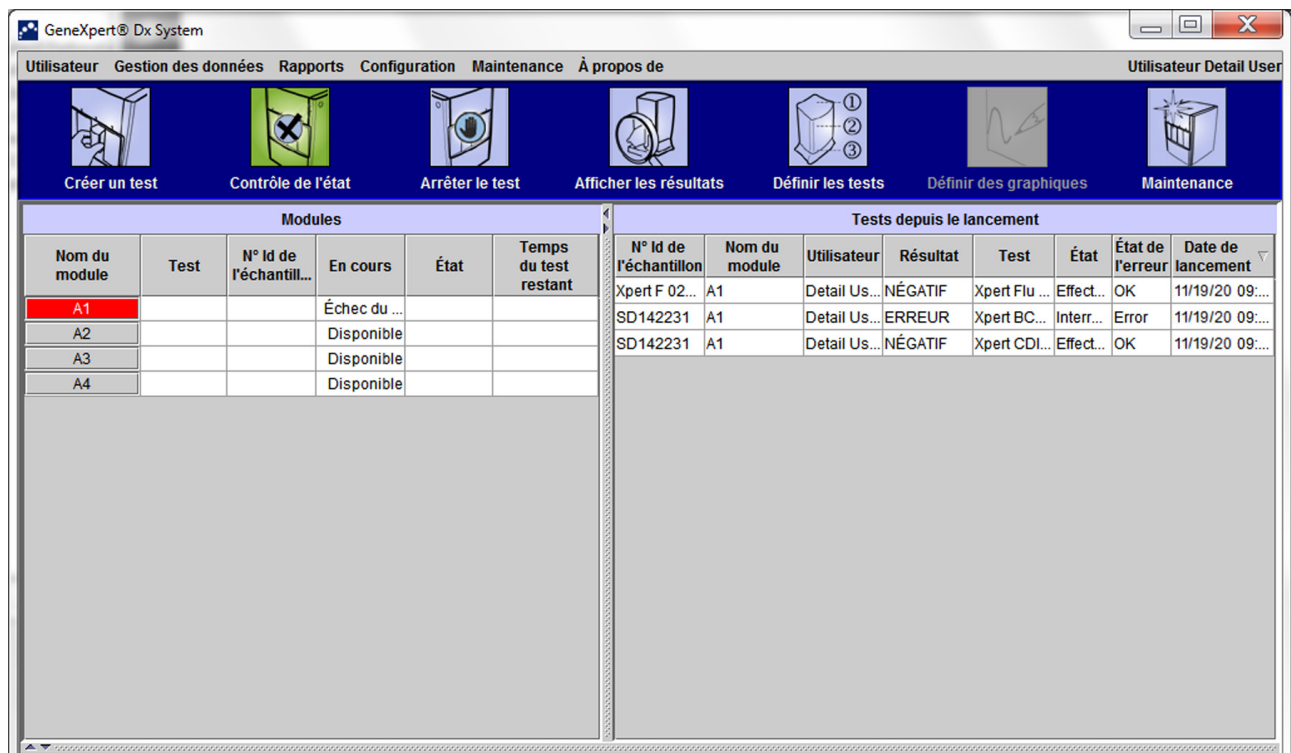
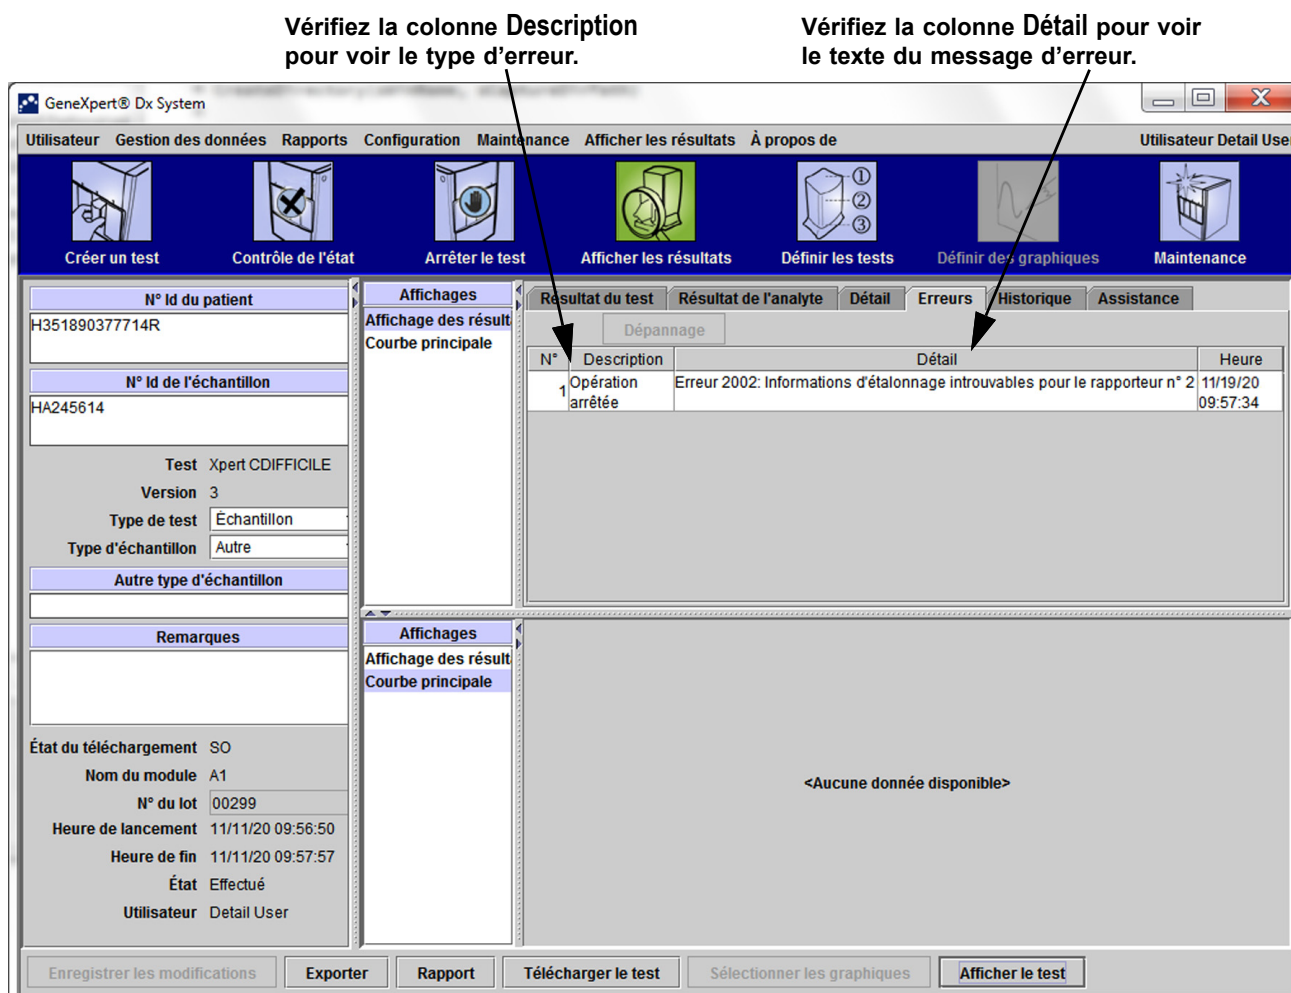

Figure 9-40. GeneXpert Dx System—Fenêtre Contrôle de l'état
Figure 9-41. GeneXpert Dx System—Fenêtre Afficher les résultats—Onglet Erreurs (Vue Utilisateurs Détail et Administrateur)
- Section 9.19.2.5, « Erreurs d'analyse post-expérience »—Erreurs qui se produisent pendant la procédure de réduction de données. Vous pouvez afficher toutes les erreurs dans la fenêtre Contrôle de l'état (cf. Figure 9-40). Des détails concernant les erreurs-propres au test s'affichent également dans l'onglet **Erreurs** de la fenêtre Afficher les résultats (cf. Figure 9-41).
Le Tableau 9-3 répertorie les erreurs susceptibles de survenir au cours d'un test qui n'a pas été interrompu. Même si le système a pu terminer le test et enregistrer les résultats, certaines erreurs non critiques se sont produites et doivent être examinées. Ces messages d'erreurs sont affichés dans la fenêtre Afficher les résultats (cf. Figure 9-41). Pour contacter le Support Technique de Cepheid, consultez la section Support technique dans la Préface pour obtenir les coordonnées nécessaires.
Le Tableau 9-4 répertorie les erreurs susceptibles de survenir lorsqu'un test est interrompu. Les messages d'erreur d'interruption de test s'affichent dans la fenêtre Afficher les résultats. Voir Figure 9-41. Pour contacter le Support Technique de Cepheid, consultez la section Support technique dans la Préface pour obtenir les coordonnées nécessaires.
Le Tableau 9-5 répertorie les erreurs susceptibles de survenir au cours du chargement de la cartouche. Les messages d'erreur liés au chargement de la cartouche s'affichent dans la fenêtre Contrôle de l'état. Voir Figure 9-40.
Le Tableau 9-6 répertorie les erreurs susceptibles de survenir au cours de l'autotest. Les messages d'erreur liés à l'autotest s'affichent dans la fenêtre Contrôle de l'état. Voir Figure 9-40. Pour contacter Support Technique de Cepheid, consultez la section Support technique dans la Préface pour obtenir les coordonnées nécessaires.
Le Tableau 9-7 répertorie les erreurs susceptibles de survenir au cours du processus d'analyse post-expérience (réduction de données). Les messages d'erreur post-expérience apparaissent dans la fenêtre Afficher les résultats (cf. Figure 9-41). Pour contacter Support Technique de Cepheid, consultez la section Support technique dans la Préface pour obtenir les coordonnées nécessaires.